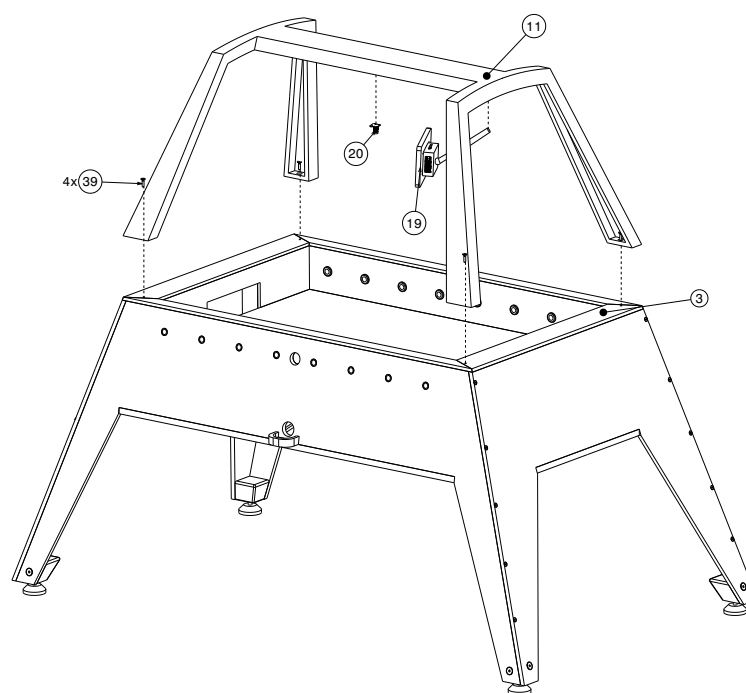
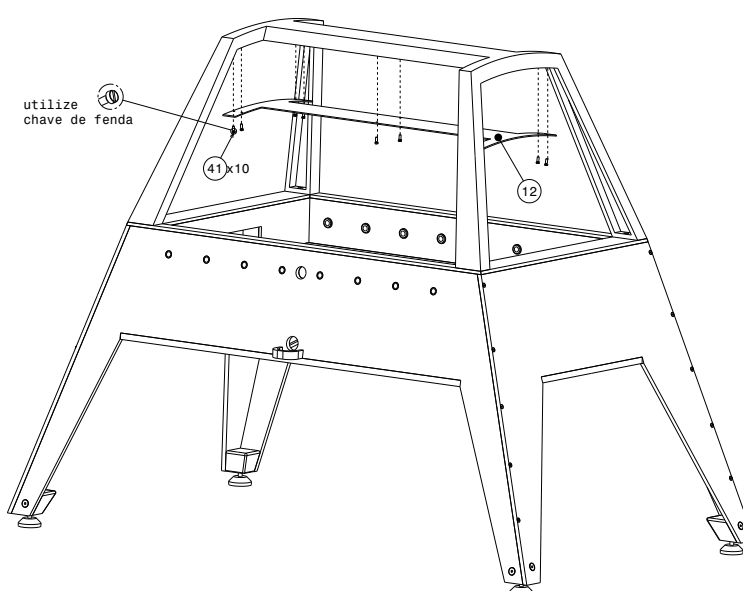

Figura 6 – Passo 6
Figura 7 – Passo 7
O próximo passo é encaixar as partes superiores da estrutura, começando pelo suporte da cobertura (11), que é fixado na parte de cima do tablado superior (3) e parafusado com 4 parafusos Allen cabeça chata M6X25 (39), figura 6. Terminado, encaixe a câmera (20) e a tela (19), finalizando com a tampa da cobertura (12) parafusada com 10 parafusos Fenda M6X16 (41), figura 7.